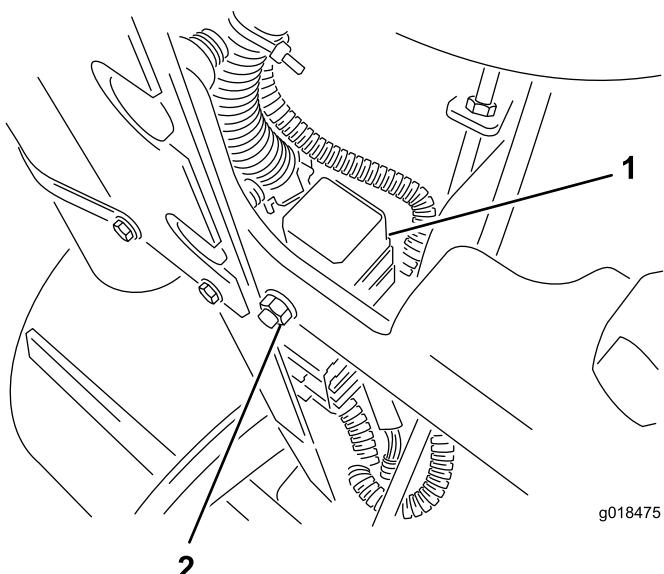

Figure 27
- Pour les modèles 2011, fixez la douille de relais à la traverse au moyen d'un écrou et d'un boulon (Figure 27).